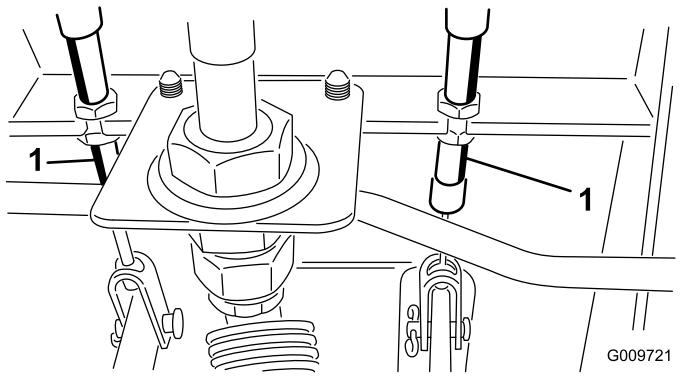

Bild 76
- A. Lockern Sie die vordere Mutter an der Gewindeseite des Bremszuges (Bild 76).